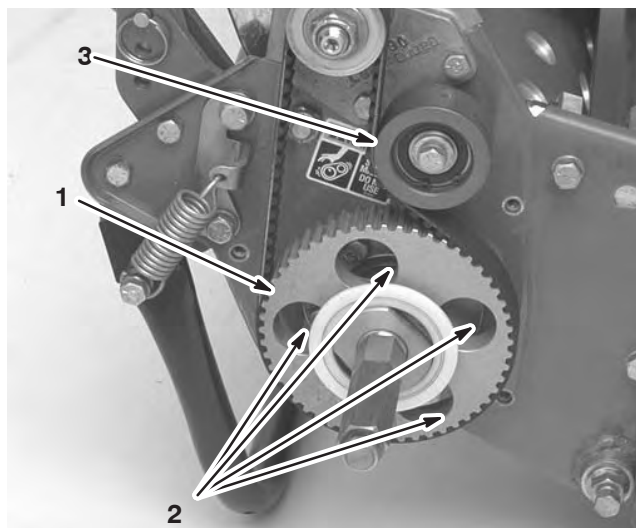

Figure 9
7. Tournez la poulie d'entraînement jusqu'à ce que les trous se trouvent en face des 4 vis à collerette du roulement à rouleaux (Fig. 9).
11. Réglez la tension de la courroie et serrez la vis de fixation de la poulie de tension (Fig. 9).